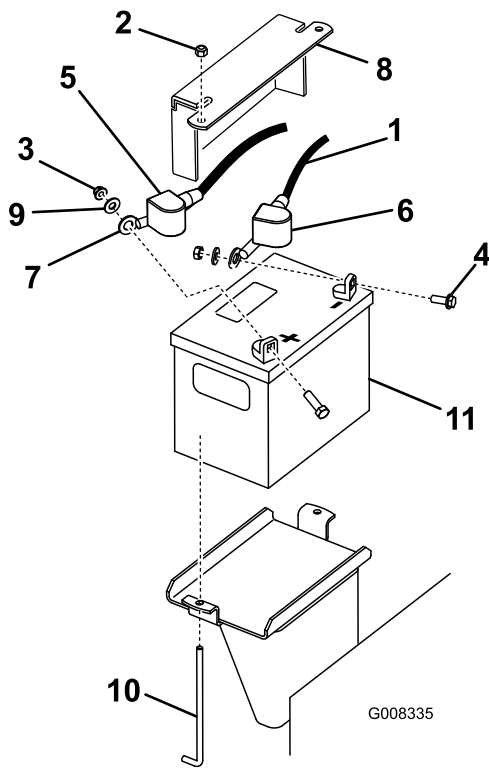

Bild 43
3. Nehmen Sie die Gummiabdeckung vom Minuskabel ab. Klemmen Sie zunächst das Minuskabel vom Minuspol (-) der Batterie ab (Bild 43).
- Ziehen Sie die rote Polkappe vom (roten) Pluspol der Batterie ab. Ziehen Sie dann das (rote) Pluskabel ab (Bild 43).
- Entfernen Sie die Befestigungsplatte, die J-Schrauben und die Sicherungsmuttern, mit denen die Batterie befestigt ist (Bild 43) und nehmen sie heraus.
- Setzen Sie die Batterie in die Maschine (Bild 43).
- Klemmen Sie zunächst das (rote) Pluskabel am Pluspol (+) der Batterie mit einer Mutter, Scheibe und Schraube an (Bild 43). Schieben Sie die Gummiabdeckung über den Batteriepol.
- Klemmen Sie dann das Minuskabel und Erdkabel am Minuspol (-) der Batterie mit einer Mutter, Scheibe und Schraube an (Bild 43). Schieben Sie die Gummiabdeckung über den Batteriepol.